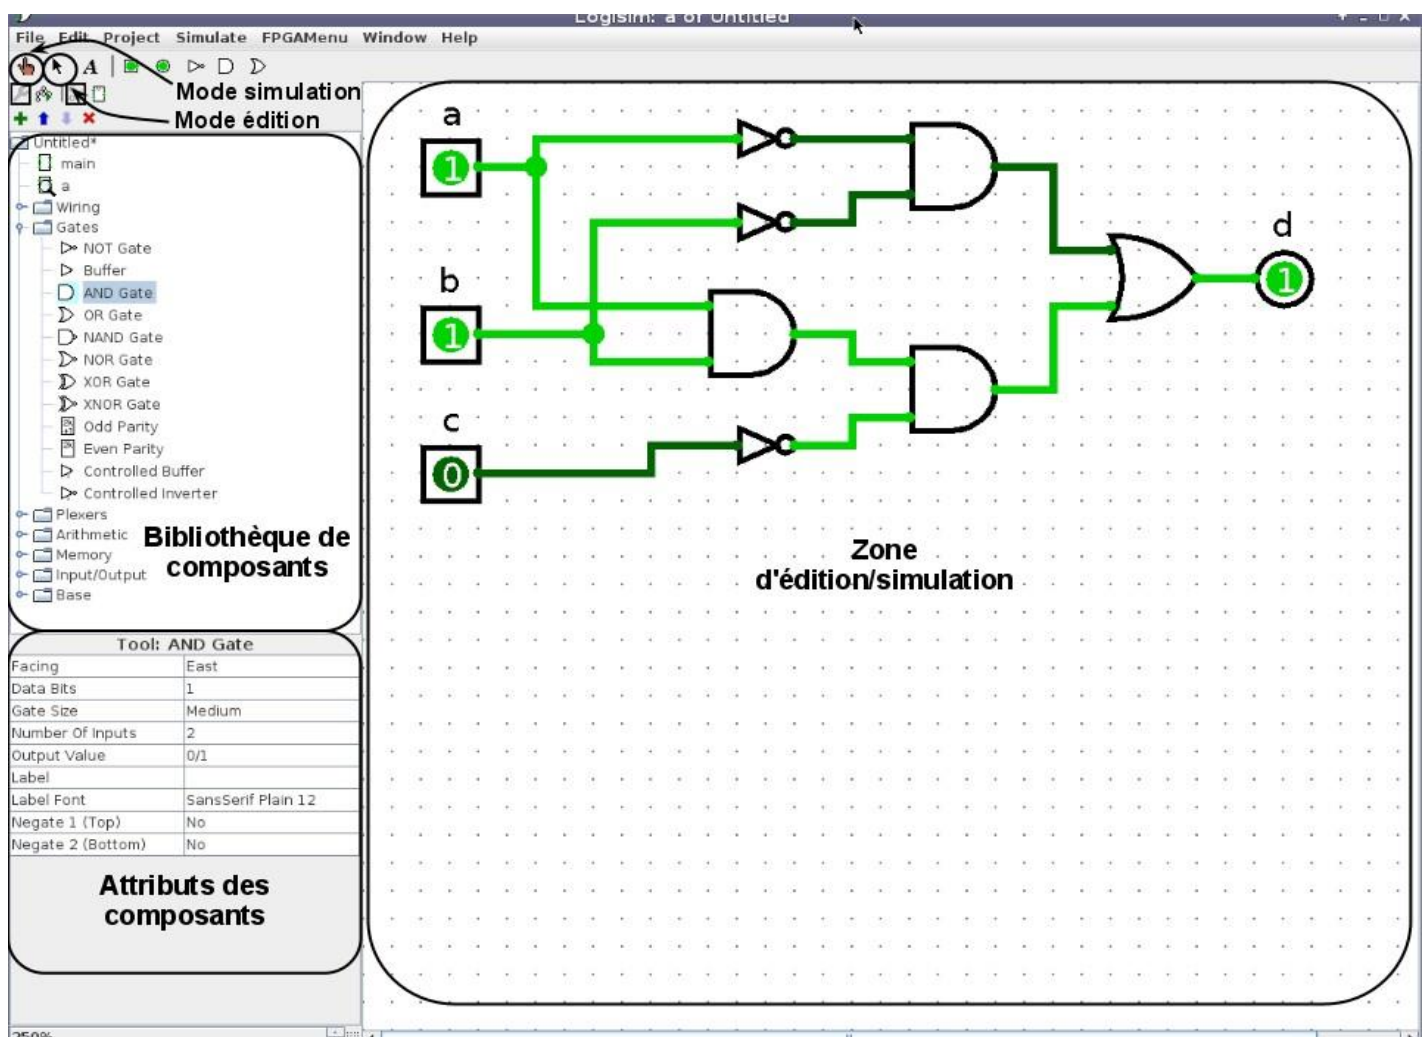

FIGURE 1. Interface de Logisim
Vous pouvez voir l'interface de Logisim sur la Figure 1.
1. Pour utiliser le **mode édition**, il faut simplement **sélectionner la flèche** comme indiqué en haut de la figure 1.
1. Pour utiliser le **mode simulation**, il faut **sélectionner la main** en haut à gauche de Logisim (cf Figure 1).